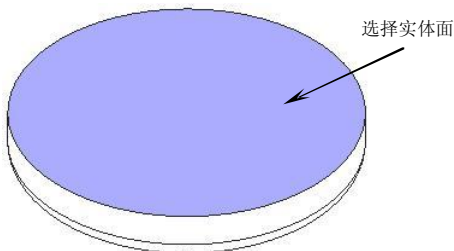
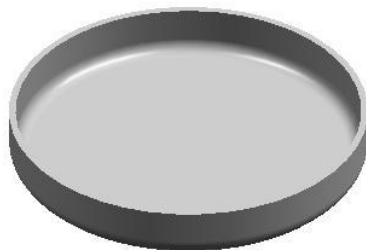

图5-7
图5-8
4. 在【特征操作】工具条中单击【外壳】按钮，弹出【外壳】对话框。在【厚度】输入框中输入“2”，然后选择图 5-7 所示的实体面作为移除面，最后单击 **确定** 按钮创建外壳特征，结果如图 5-8 所示。